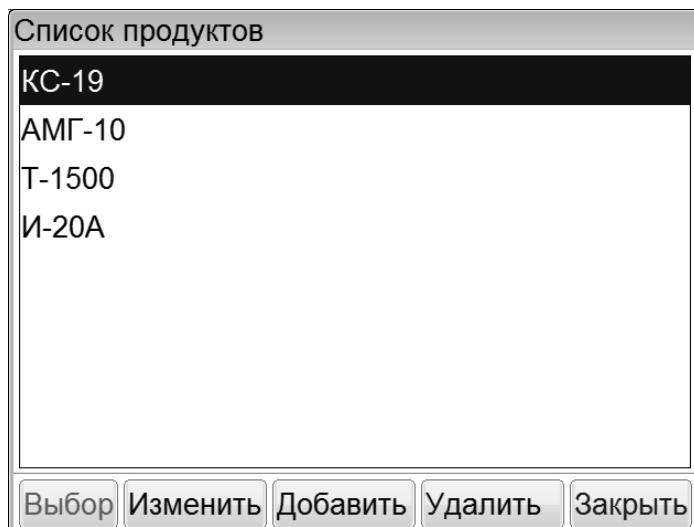

Рисунок 17 – Окно редактора списка
A.2.2 Редактор текста вызывается нажатием кнопок **[Добавить]** или **[Изменить]**, расположенных в окне редактора списка (рисунок 17 на странице 22). При нажатии одной из этих кнопок открывается редактор текста и в поле ввода отображается значение текущего параметра, либо пустое поле при добавлении новой записи. Окно редактора текста показано на рисунке 18.